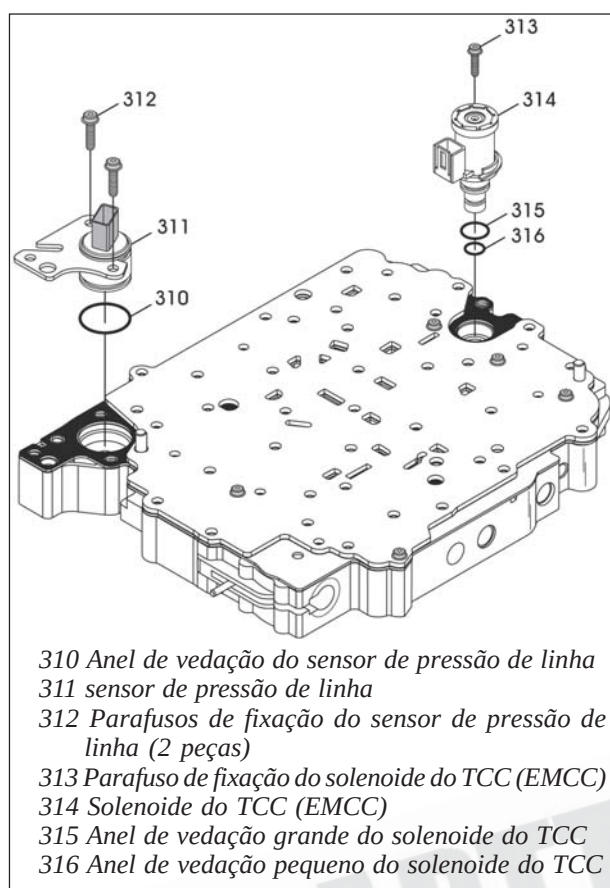

Figura 220
31. Instale novos anéis de vedação no solenoide TCC (EMCC) conforme mostra a figura 220, e lubrifique-os com uma pequena quantidade de vaselina neutra.
32. Instale o solenoide do TCC (EMCC) no corpo de válvulas, conforme mostra a figura 220.
33. Instale o seu parafuso de fixação e aperte-o com um torque de 6 Nm. (Veja figura 220)
34. Instale um novo anel de vedação no sensor de pressão de linha, conforme indicado na figura 220, e lubrifique-o com uma pequena quantidade de vaselina neutra.
35. Instale o sensor de pressão de linha no corpo de válvulas, conforme mostra a figura 220.
36. Instale os dois parafusos de fixação e aperte ambos com 6 Nm. (Veja figura 220)